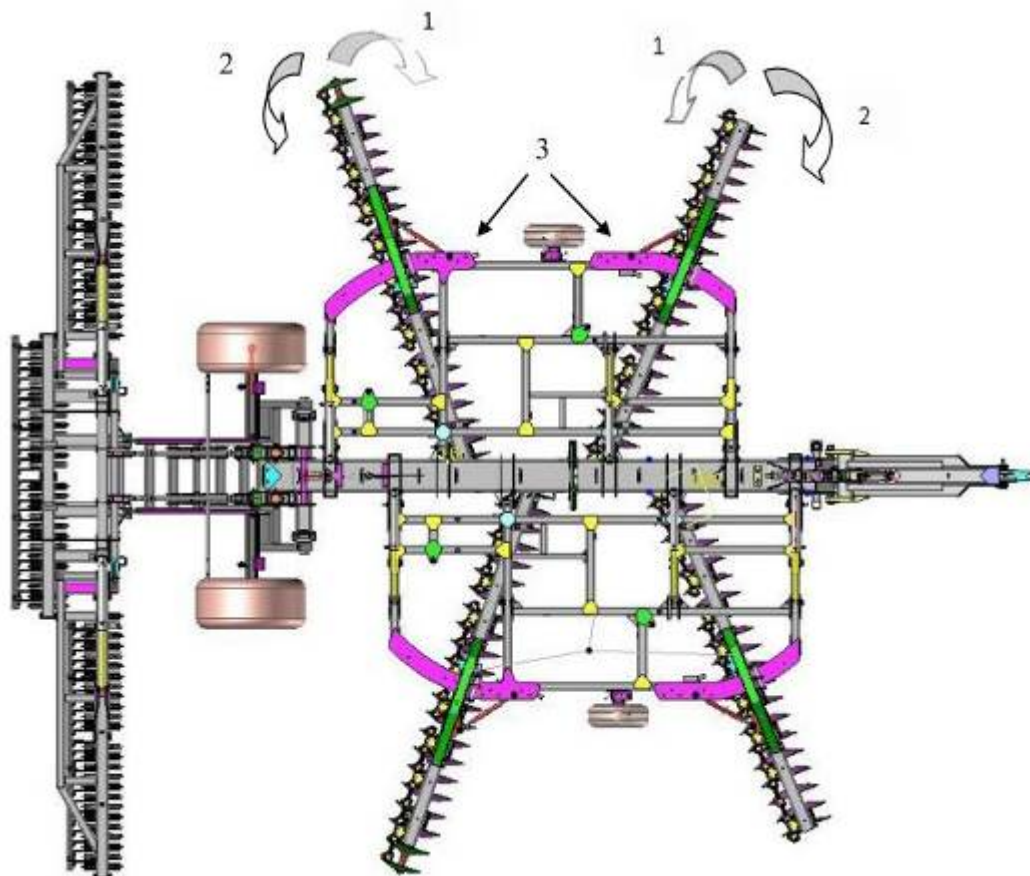
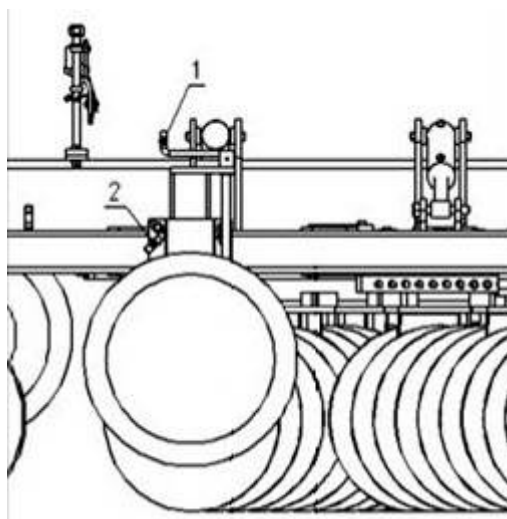

Рисунок 12.
Рисунок 13.
Положение 1 - закрытие, положение 2 – открытие (рис. 12).
Регулировка высоты установки боковых колес осуществляется при помощи винта (1) (рис. 13). После регулировки колесо зафиксировать стопорным пальцем (2) (рис.12), установив его на совпавшие отверстия.